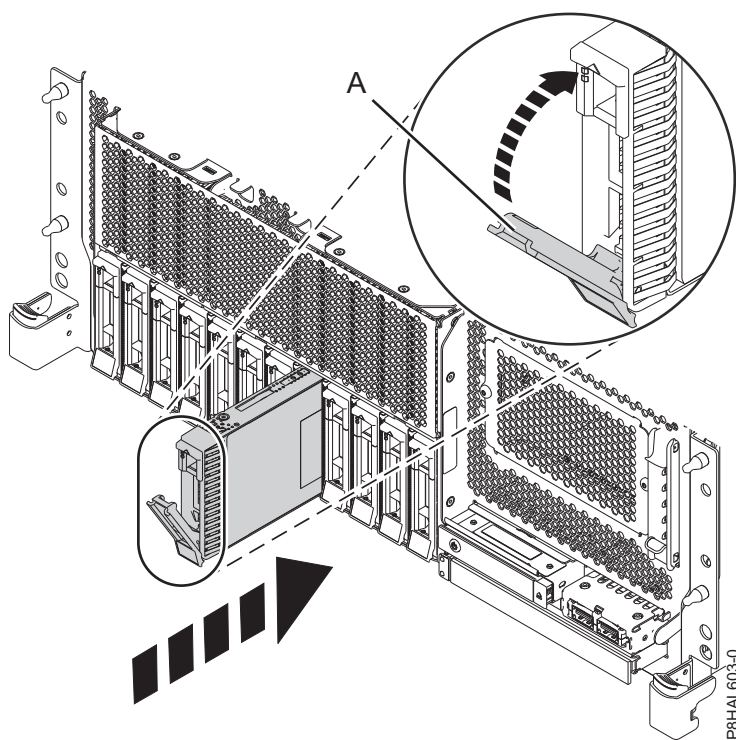
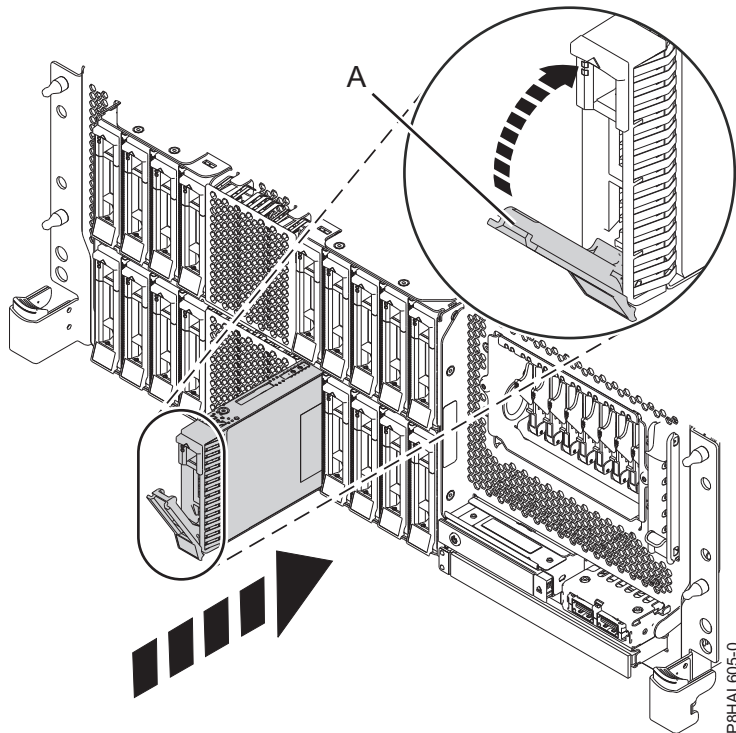
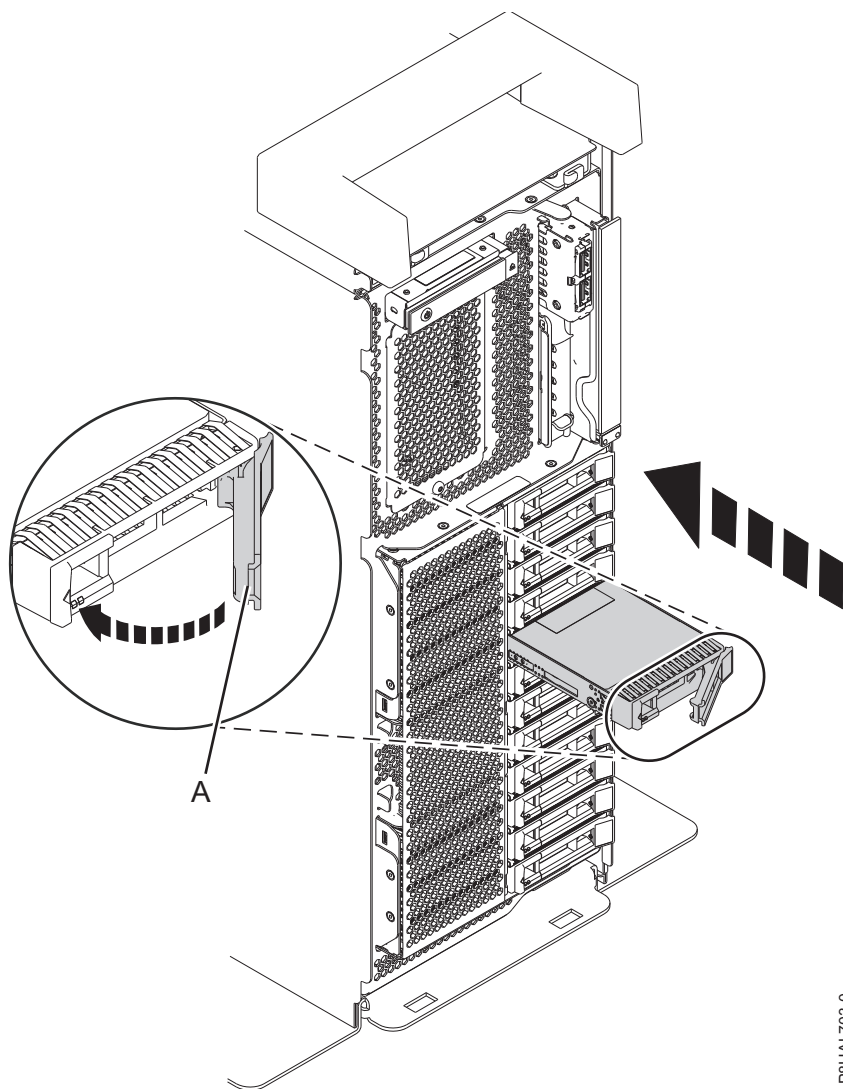
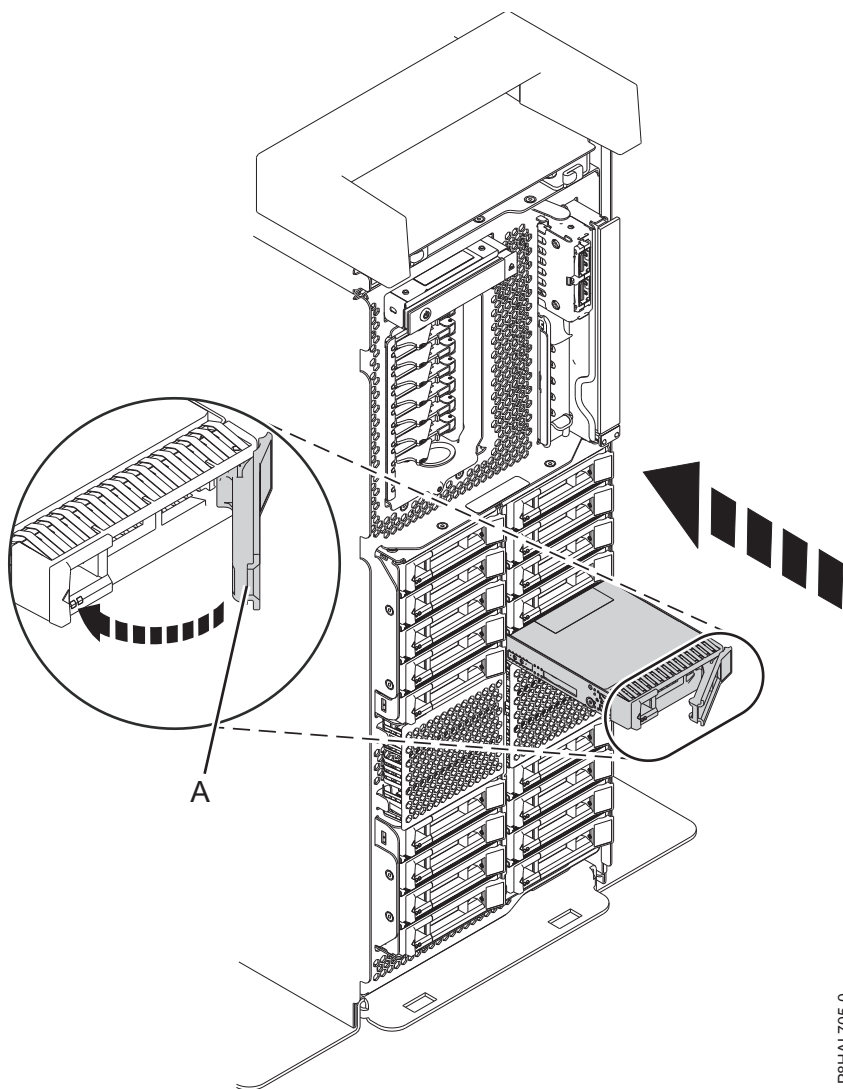

Figura 21. Instalar uma unidade de disco num sistema de função base montado em bastidor
Figura 22. Instalar uma unidade de disco num sistema de função expandida montado em bastidor
Figura 23. Instalar uma unidade de disco num sistema de função base autónomo
Figura 24. Instalar uma unidade de disco num sistema de função expandida autônomo
4. Desbloqueie a pega do compartimento de unidade (A) apertando-a e puxando-a para fora. Se a pega não estiver completamente fora, a unidade não deslizará para dentro do sistema. Consulte Figura 21 na página 28, Figura 22 na página 28, Figura 23 na página 29 e Figura 24 na página 30.
8. Quando o LED identificador permanece ligado, deslize a unidade completamente para o sistema e empurre a pega de transporte da unidade (A) até bloquear, como é apresentado na imagem que se segue. Figura 21 na página 28, Figura 22 na página 28, Figura 23 na página 29 e Figura 24 na página 30.